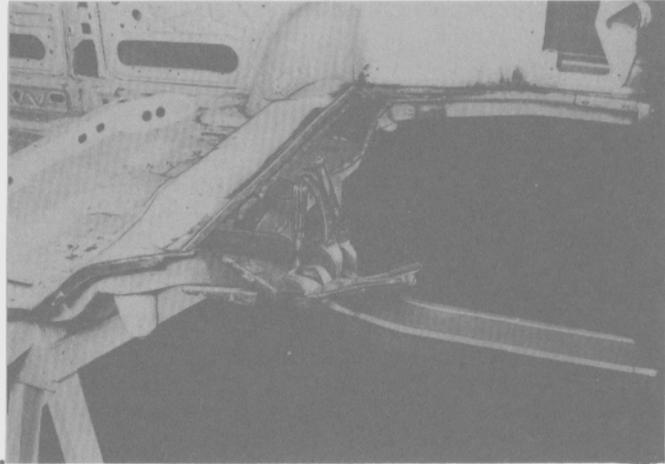

Fig. 299
- Sujetar la nueva extensión del larguero con pinzas (Fig. 299).